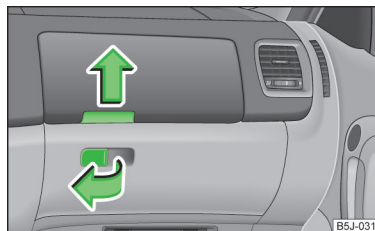

Fig. 66
- Tire del tirador de la tapa en el sentido de la flecha » fig. 66 y abata ésta.